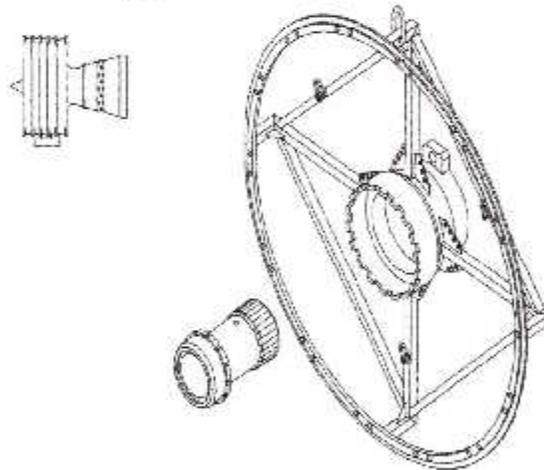
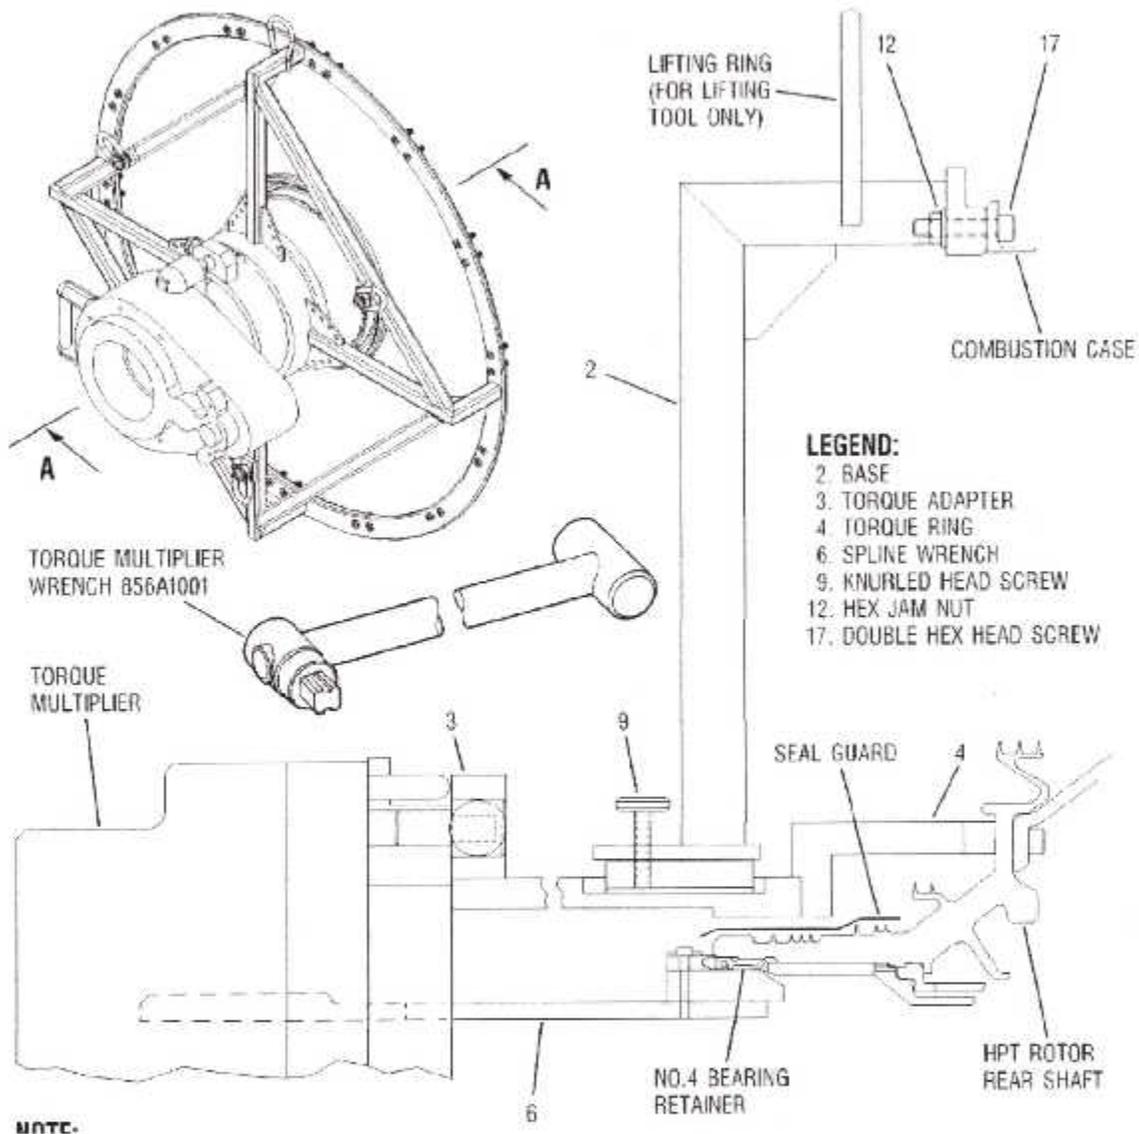

Fig. III. 80. Le Dispositif Torsion, 856A1828G02
Fig. III. 81 : Installation du Dispositif Torsion, 856A1828G02
b. On Installe le **Dispositif Torsion, 856A1828G02**, (fig. III. 80 et fig. III. 81) comme suit :